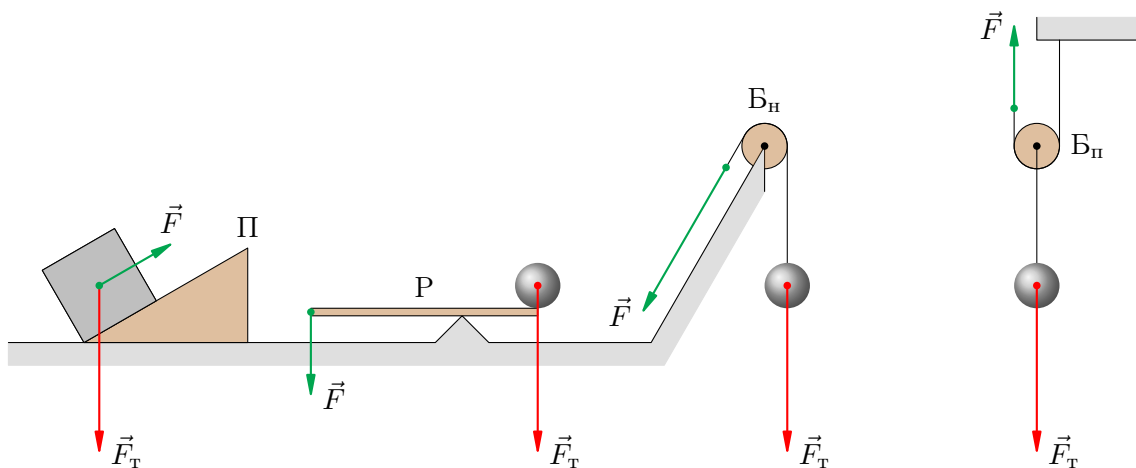

Рис. 1. Простые механизмы
**Простым механизмом** называют механическое устройство для преобразования силы. На рис. 1 представлены примеры таких механизмов.
4. Невесомый **подвижный блок** Бп — колесо с желобом, способное перемещаться в своей плоскости, — с помощью двух нитей в наиболее выгодном положении (рис. 1, справа) дает выигрыш в силе ( $F < F_T$ ).